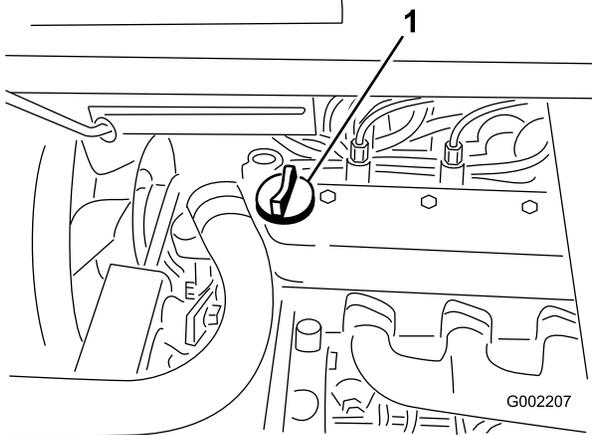

Bild 19
3. Wenn der Ölstand niedrig ist, nehmen Sie den Deckel des Einfüllstutzens von der Ventilabdeckung ab (Bild 19) und füllen Sie Öl auf, bis der Ölstand die Voll-Markierung am Peilstab erreicht. Angaben zur richtigen Ölart und zur Viskosität finden Sie unter Motoröl (Seite 41).